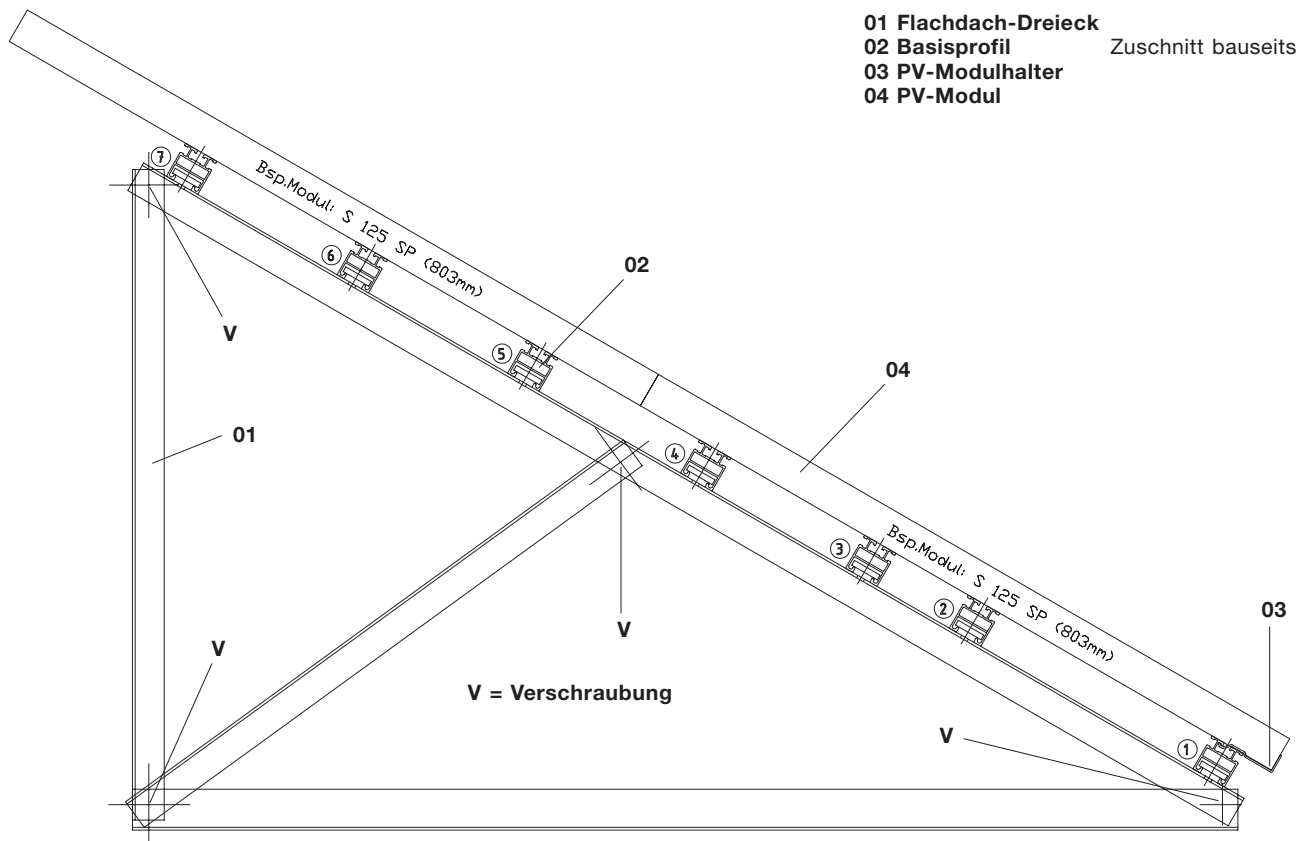

Abb.: 1 Anordnung der Basisprofile bei Modulbreiten von 537 - 803 mm
1. Die Flachdach-Dreiecke auseinanderklappen und verschrauben, (siehe Abb. 1)
Nach Tabelle 2 bzw. 3 und Abb. 1 bzw. 2 sind die Montage-Positionen der Basisprofile an den Flachdach-Dreiecken zu ermitteln.
Modulbreite [mm]	Positions-Nr. in Abb. 1